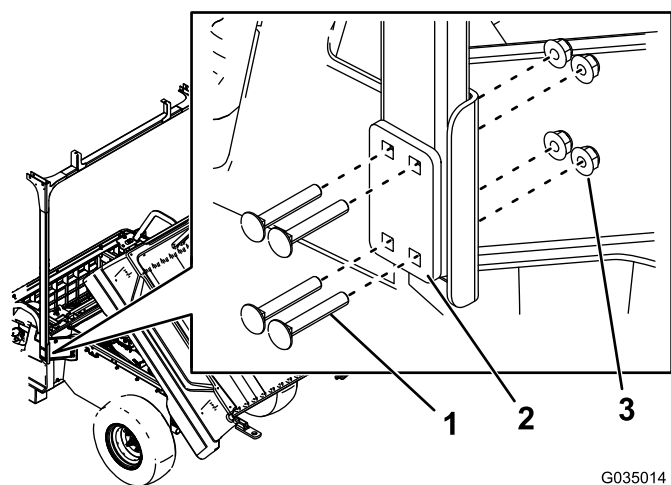

Figura 7
6. Montate, senza serrarli, i tubi posteriori sulle staffe posteriori ad anello utilizzando 8 bulloni a testa tonda (5/16 x 2"), 2 piastre di montaggio e 8 dadi (5/16") come illustrato nella Figura 7.